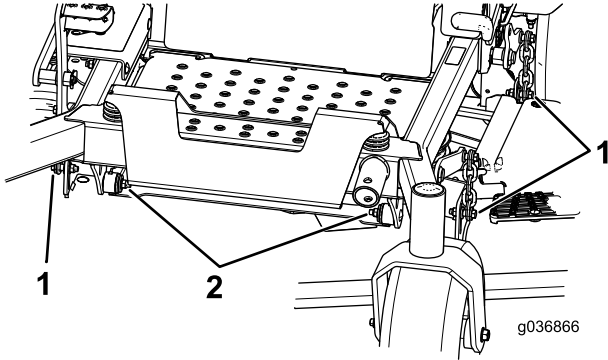

Figura 101
7. Retire y guarde los pernos y las tuercas de ambos lados de la máquina (Figura 101).